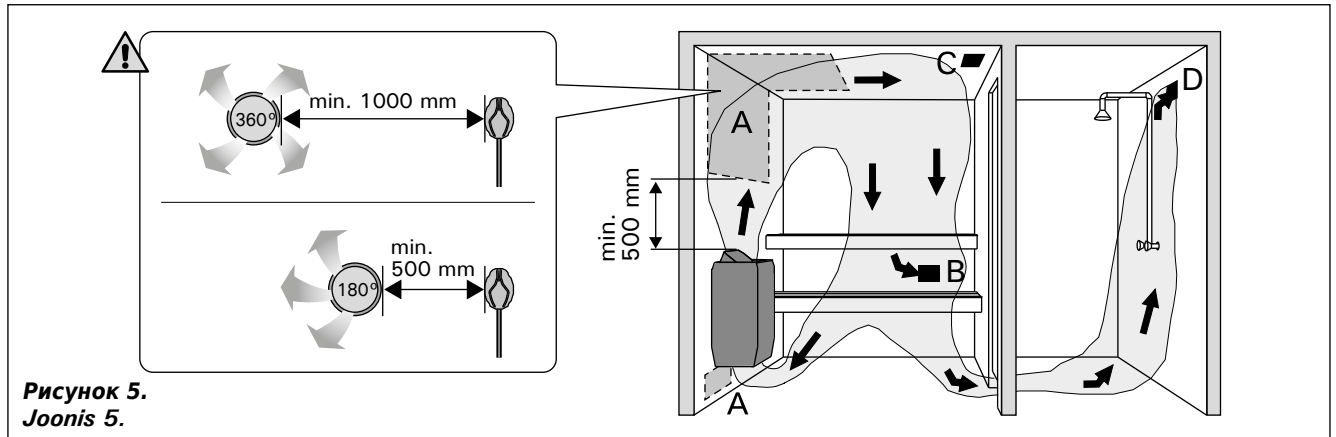

Рисунок 5.
Воздух в сауне должен заменяться шесть раз в час. На рис. 5 показаны варианты вентиляции сауны.
**⚠ Не размещайте вентиляционную отдушку сауны возле датчика температуры.** Поток воздуха вблизи датчика охлаждает датчик и приводит к неточности показаний устройства управления. В результате возможен перегрев каменки. Минимальное расстояние от температурного датчика до вентиляционной отдушины (рис. 5):